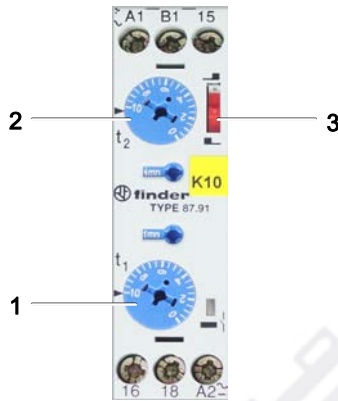

Рис. 59 Реле времени K10 (электродвигатель)
K10 – это реле времени промышленного назначения с 1 переключающим контактом. Для управления автоматической системой выпуска конденсата при помощи регуляторов t_1 (1, Рис. 59) и t_2 (2) настраиваются периоды импульса и покоя. Ползунковый переключатель (3, Рис. 59) настраивается на импульсный режим. t_1 стандартно установлен на 15 минут, t_2 – на 6 секунд (период выпуска конденсата).